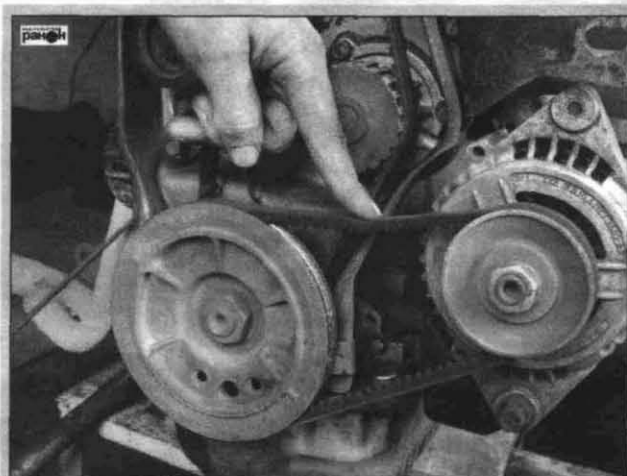

Рис. 1.33. Проверка натяжения ремня генератора
Через каждые 10 тыс. км пробега, а на новом автомобиле после 1 тыс. км, проверить натяжение ремня. Нормальный прогиб должен быть в пределах 10–15 мм при усилии 10 кгс (усилие давления пальцами руки) (рис. 1.33).
- установить необходимое натяжение ремня (рис. 1.33);